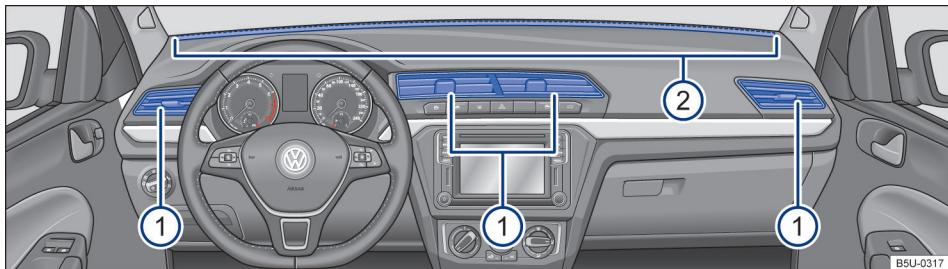

Fig. 73 No painel de instrumentos: difusores de ar.
Para que uma potência de aquecimento, uma refrigeração e uma entrada de ar suficientes sejam atingidas no interior do veículo, nunca fechar os difusores de ar completamente → Fig. 73 ①.
- Para abrir os difusores de ar ①, pressionar na parte superior do difusor de ar.
Há outros difusores de ar, não reguláveis, encontram-se no painel de instrumentos → Fig. 73 ②, nas áreas para os pés e na parte traseira do interior do veículo.